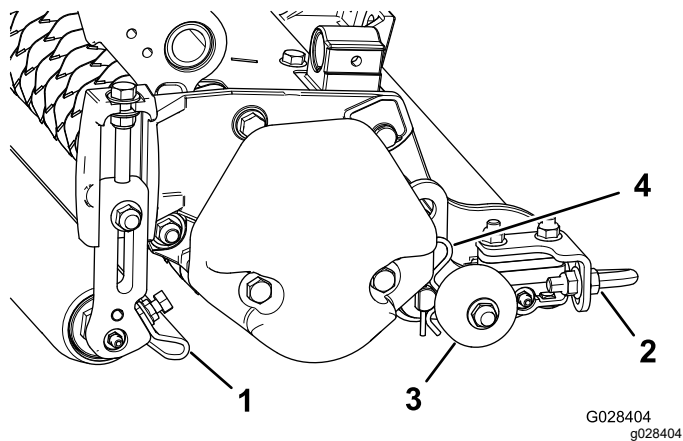

图 11
1. 松开固定滚筒刮刀的凸缘螺母 图 11。
**重要事项** 在切根刀下放到底板或从主机中拆下之前应放低行走滚筒 图 11 以防止刀片接触到坚硬的表面。